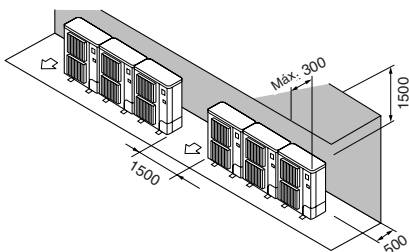

Fig. 2-9
- ② Obstáculos apenas na parte de trás e por cima (Fig. 2-9)